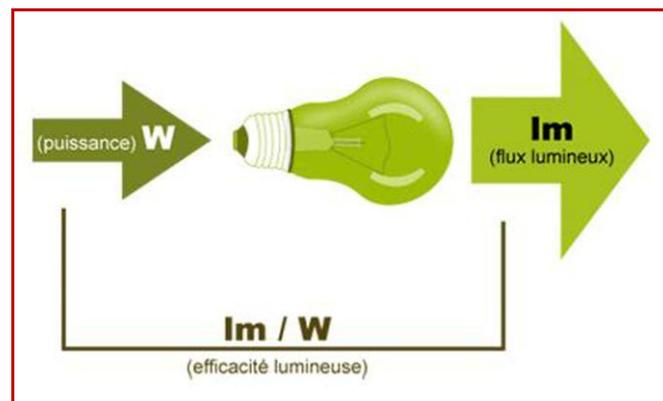

Figure 9 : Les différents éléments influençant l'efficacité lumineuse.
L'efficacité lumineuse (figure 9) exprime le rendement énergétique d'un équipement d'éclairage, c'est-à-dire le rapport entre un flux lumineux produit (exprimé en lm) et la puissance électrique absorbée exprimée en Watt (W). Il faut distinguer trois efficacités lumineuses, suivant que l'on tient compte :